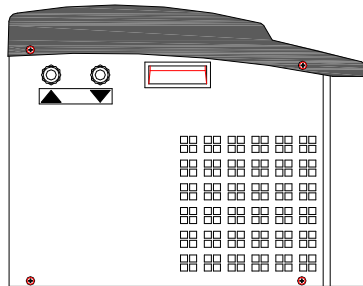

Abb. 1
- Beim Anschluss an die Leitung achten Sie, dass den Eingang und Ausgang des Wassers wie in Abb. 1 ist.